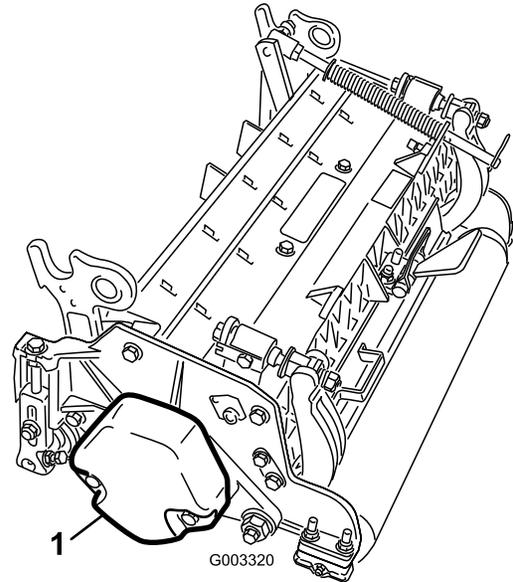

图 5
3. 按照滚刀组 *操作员手册* 的说明，确保将配重块（图 5）安装到滚刀组正确的一端上。